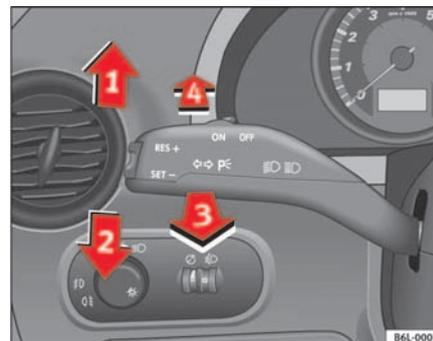

Abb. 59 Blinker und Fernlichthebel
- Drücken Sie den Hebel bis zum Anschlag nach oben ⇒ Seite 97, Abb. 59 ①, um **rechts** zu blinken, bzw. nach unten ②, um **links** zu blinken.
- Drücken Sie den Hebel nach vorne ⇒ Seite 97, Abb. 59 ④, um das Fernlicht einzuschalten.